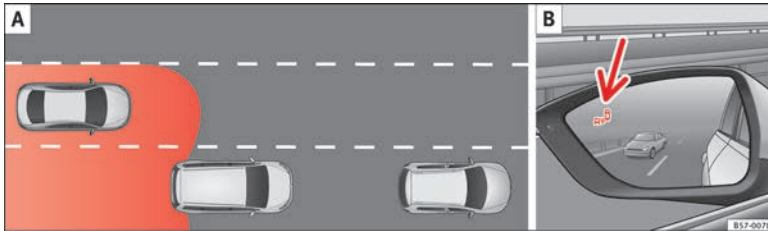

Abb. 203 Schematische Darstellung: **A** Überholvorgang mit Verkehr im hinteren Bereich. **B** Anzeige des Totwinkelassistenten im Außenspiegel links.
außen nicht sichtbar»» **Abb. 202**. Die Sensoren erfassen den Bereich des toten Winkels, sowie den hinter dem Fahrzeug erzeugten Verkehr»» **Abb. 203**, »» **Abb. 204**. Die Seitenbereiche umfassen etwas über eine Fahrbahnbreite.
In nachfolgenden Situation wird die Anzeige im Außenspiegel » **Abb. 203 B** (Pfeil) oder » **Abb. 204 B** (Pfeil) dargestellt:
- Bei einer Überholung durch ein anderes Fahrzeug » **Abb. 203 A**.